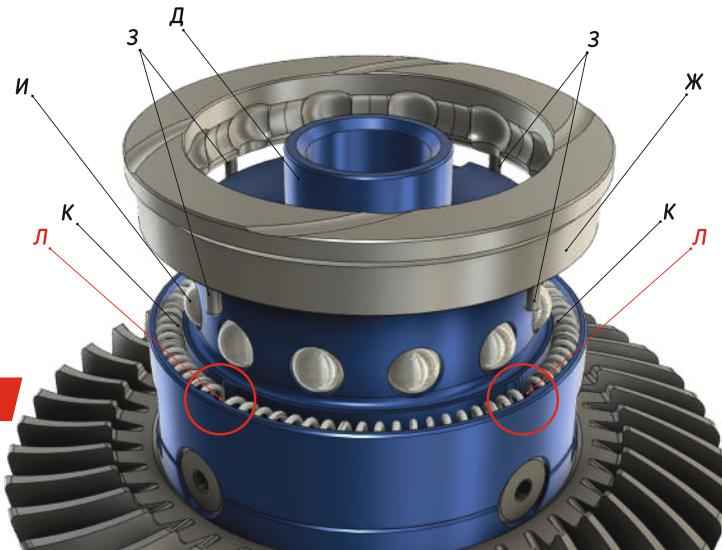

Рисунок 5
2.4 Оденьте блокировочную муфту «Ж» на дифференциал «Д» так, чтобы штифты «З» попали в зазоры «Л» между пружинами «К» (рисунок 5).